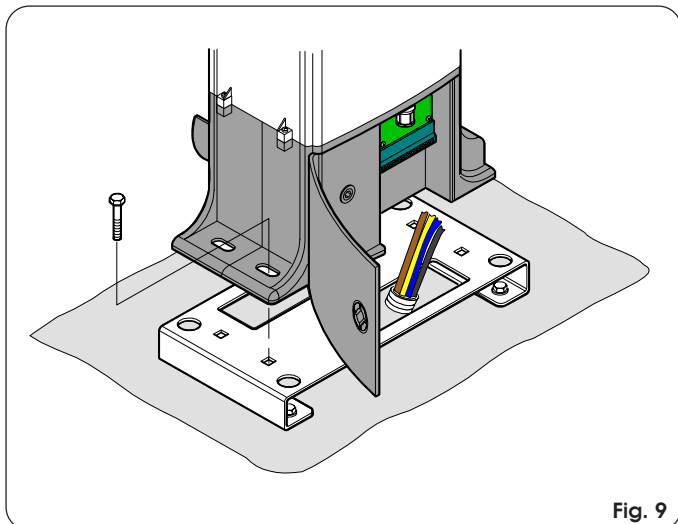

Fig. 9
- Coloque el operador sobre la placa utilizando los tornillos suministrados en dotación, tal y como se muestra en la Fig. 9.